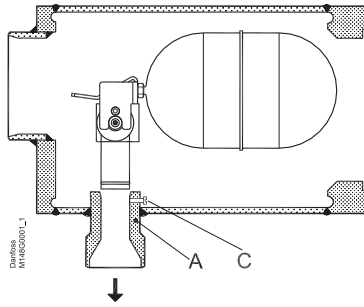
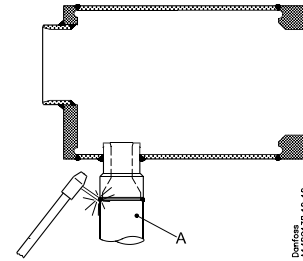

Fig. 1
Fig. 2
Mount the float valve horizontally with the outlet connection pos. A (fig. 1) vertically downwards.
The flow direction has to be from the flanged inlet connection as indicated with the arrows (fig. 1).
- Unscrew the screw pos. C (fig. 1) and lift up the float assembly from the outlet.
- Weld the outlet connection pos. A (fig. 1) into the plant as shown in fig. 2.
NB! When demand is heavy at low temperature operation, we recommend to check the velocity in the outlet branch. If necessary the diameter of the pipe which is welded on to the outlet branch pos. A (fig. 1) can be increased.
In case an insert with a slide (version before 2007) replaced by a present version, an extra threaded hole needs to be made in the outlet connection A to fix the screw (fig.1)
Monter le flotteur horizontalement avec le branchement de sortie pos. A (fig. 1) orienté verticalement vers le bas.
Le débit doit se faire dans le sens indiqué par la flèche (fig. 1).
- Desserrer la vis pos. C (fig. 1) et dégager l'ensemble à flotteur de la sortie en le soulevant.
- Souder la connexion de sortie pos. A (fig. 1) sur l'installation comme indiqué sur la fig. 2.
N. B. ! Si la demande est importante lors d'une utilisation à basse température, nous recommandons de vérifier la vitesse dans le branchement de sortie. Si nécessaire, le diamètre du tuyau qui est soudé sur le branchement de sortie pos. A (fig. 1) peut être élargi.
En cas de remplacement d'un insert avec coulisseau (version avant 2007) par la présente version, il convient de percer un trou fileté supplémentaire dans le connecteur A pour fixer la vis C (fig. 1).